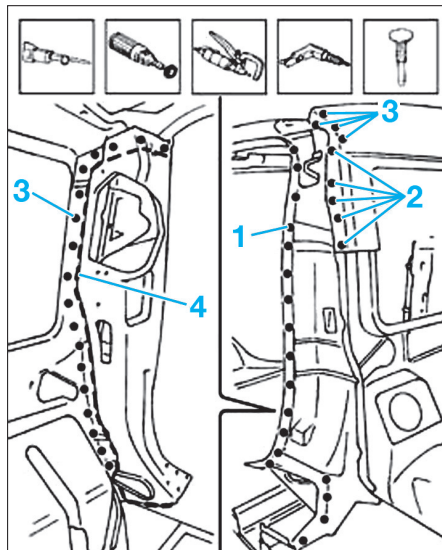

FIG. 28
- Découper et dépointer en zone (1), (2), (3) et (4) (Fig.28).